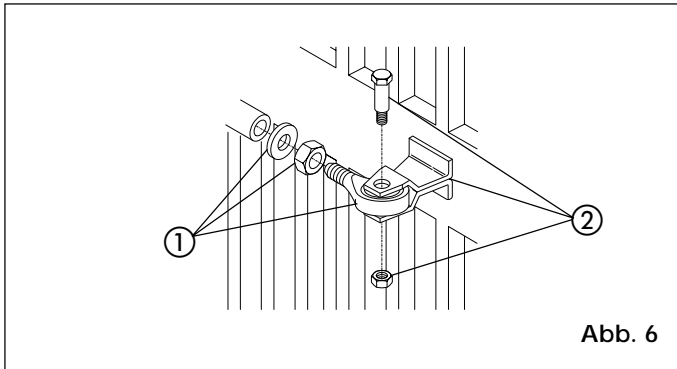

Abb. 6
- 3) Vorderen Anschluß zur Hälfte an die Kolbenstange schrauben Pos. 1 Abb. 6) und mit beigestellter Mutter festziehen.
- 7) Vorderen Anschluß nach Hinweisen von Pos. 2, Abb. 6 mit der Kolbenstange verbinden.